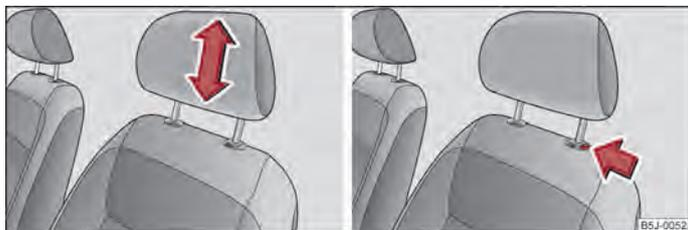

Fig. 35 Poggiatesta: regolazione / estrazione
- Afferrare lateralmente il poggiatesta con entrambe le mani e tirarlo verso l'alto nella posizione desiderata ⇒ fig. 35 lato sinistro.
- Per abbassare i poggiatesta è necessario premere con una mano e mantenere premuto il tasto di bloccaggio ⇒ fig. 35 lato destro e con l'altra mano spingere verso il basso il poggiatesta.
- Premere il tasto di sicurezza nel senso indicato dalla freccia ⇒ fig. 35 lato destro e sfilare il poggiatesta.